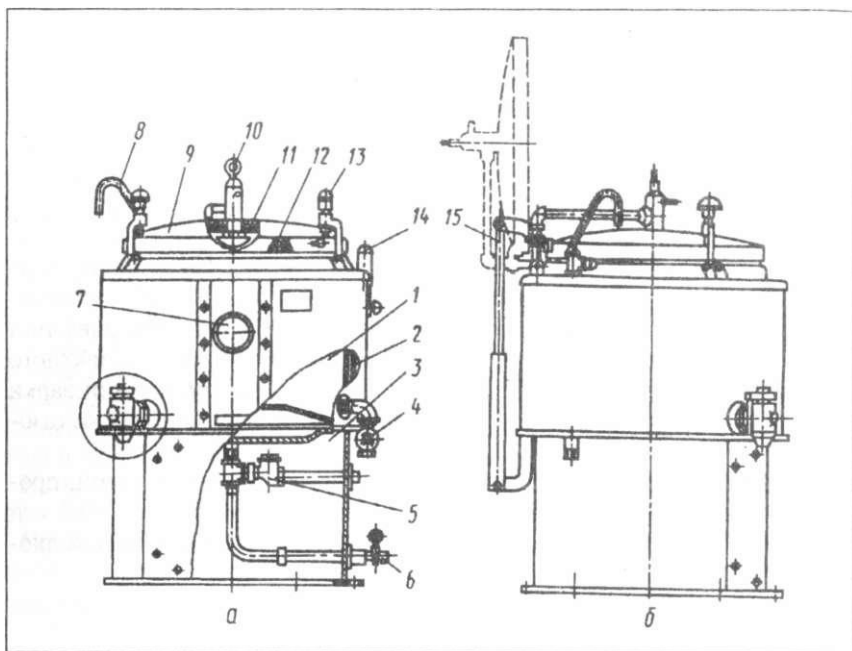

Рис. 9-12. Котел пищеварочный паровой КПП-250
**Пищеварочный паровой котел КПП-250 (рис. 9-12).** Котел имеет варочный сосуд, наружный корпус, облицовку и контрольно-измерительную арматуру.